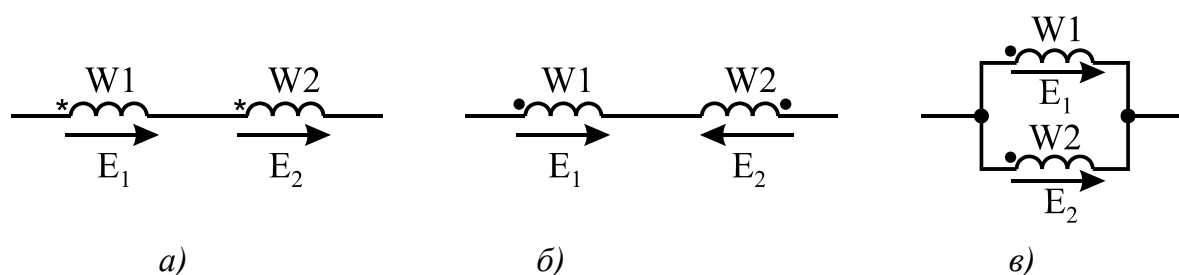

Рис. 2.3. Включение обмоток:
Начало и конец обмотки может обозначаться буквами, звездочкой либо точкой (рис. 2.3).
- согласно — когда ЭДС каждой обмотки направлена в одну сторону, т.е. конец первой обмотки соединен с началом второй обмотки (рис. 2.3, *а*);
- встречно — когда ЭДС каждой обмотки направлена встречно друг другу, конец первой обмотки соединен с концом второй обмотки (рис. 2.3, *б*);
- соединяются только согласно — когда ЭДС каждой обмотки направлена в одну сторону, т.е. начало первой обмотки соединяется с началом второй обмотки (рис. 2.3, *в*).